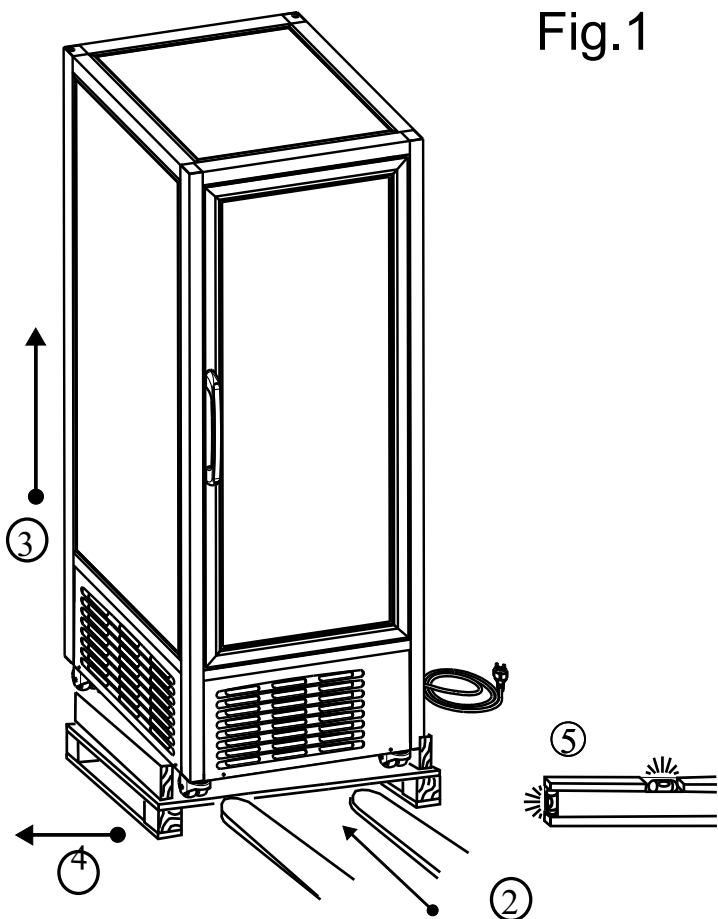

Fig.2
1. Le maniglie sono in una busta all'interno dell'apparecchiatura. **2.** Montare la base della maniglia con le due viti che si trovano già nei fori sul montante della porta; serrare a fondo (vedi Fig.2).